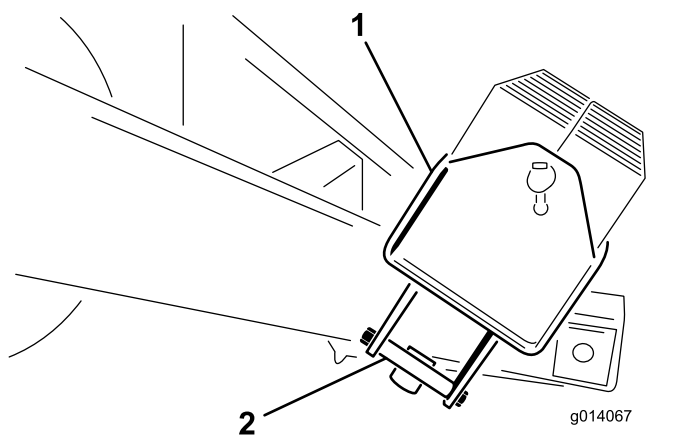

Figura 5
2. Retire os parafusos ( $\frac{1}{2} \times 5\frac{1}{2}$  pol.) do suporte de montagem que segura a caixa de pesos. Descarte os suportes de montagem (Figura 5).